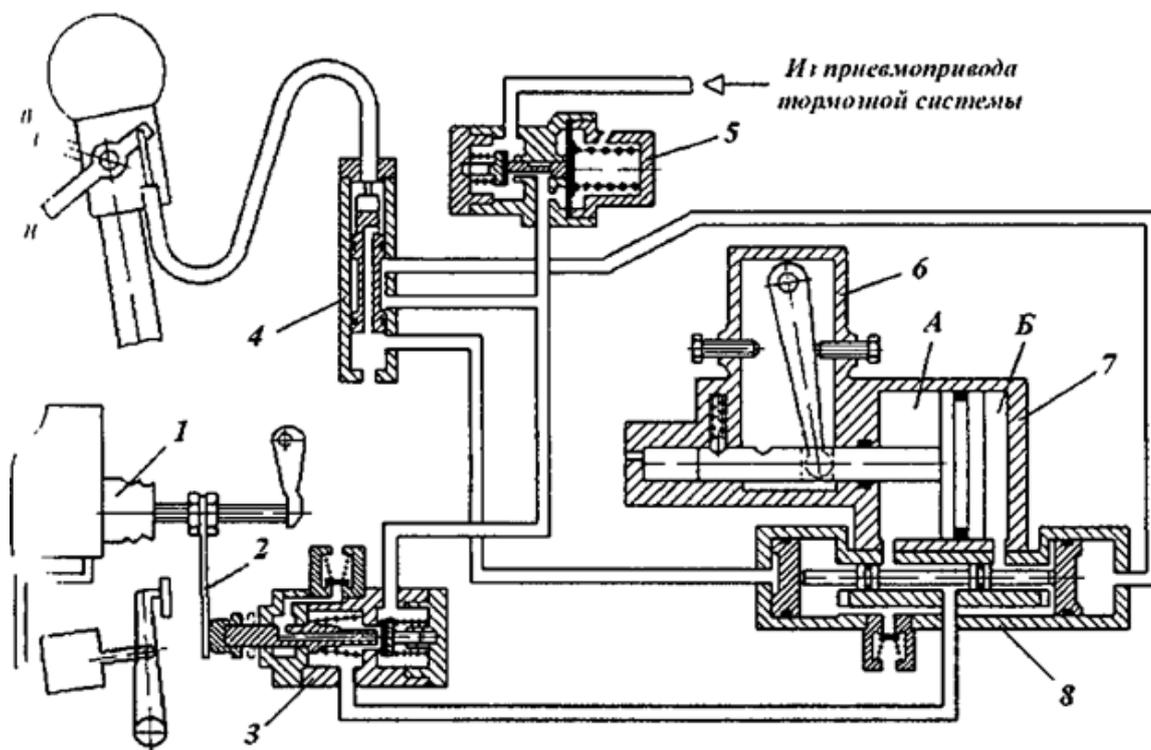

Рис. 1.8. Схема управления делителем коробки передач КамАЗ – 5320
52. ПОДГОТОВКА К ПЕРЕКЛЮЧЕНИЮ ДЕЛИТЕЛЯ (РИС. 1.8) ПРОИЗВОДИТСЯ: